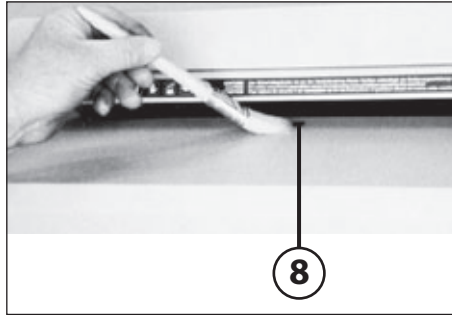

fig. 4
**Remarque:** Lors de la mise en marche manuelle par actionnement de le bouton touche avant (2) (fig. 2), la machine marche continu. Cependant dès que vous introduisez une feuille de papier par la fente d'ouverte vers le bloc de coupe, la cellule photoélectrique (8) (fig. 4) se met en marche et la machine s'arrête automatiquement une fois le papier détruit.
## CELLULES PHOTO-ÉLECTRIQUES (8) (fig. 4):